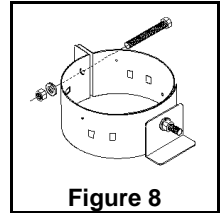

Figure 8
7. Préassemblez le collet du support (pour une cheminée de 3" ou de 4" de diamètre), comme indiqué à la Figure 8. Installez le collet sur la longueur de cheminée précédemment marquée et serrez la bride de façon à ce que l'extrémité inférieure soit au ras de la marque tracée. Fixez de façon permanente le collet à la longueur avec les vis #6 x 1/4" fournies. Installez la longueur dans le support et raccordez-la à la longueur située en dessous avec les vis fournies.